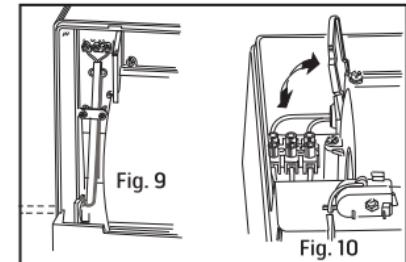
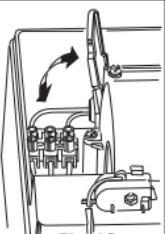

Fig. 9
Fig. 10
5. Elektrisk tilkopling må utføres av autorisert installatør iht. tilkoplingskjema, Fig 3a / 3b. Tilkopling gjøres i rekkeklemme på viftens bakplate, Fig 10. Strømforsyningkabel føres inn i hull på baksiden, Fig. 9, eller inn fra siden ved samme hull hvor plasten er tynnere for hulltagning.